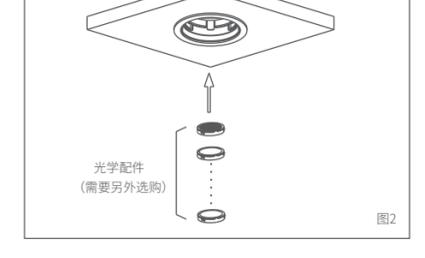
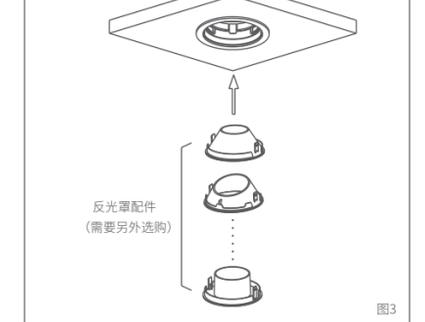

图2
图3
3.将驱动电源输入端与市电连接，将驱动电源输出端与灯具连接，将灯具往上推入预埋环内，请水平旋转灯具以确认灯具安装牢固，如图（6）所示。（光学配件及反光罩配件安装方式请见图2和图3。）